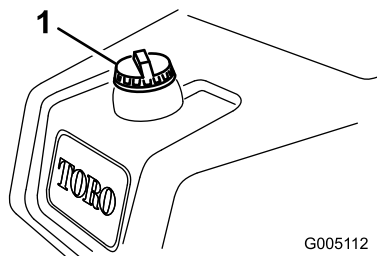

Figura 22
1. Pulite attorno al tappo del serbatoio del carburante e rimuovetelo (Figura 22).